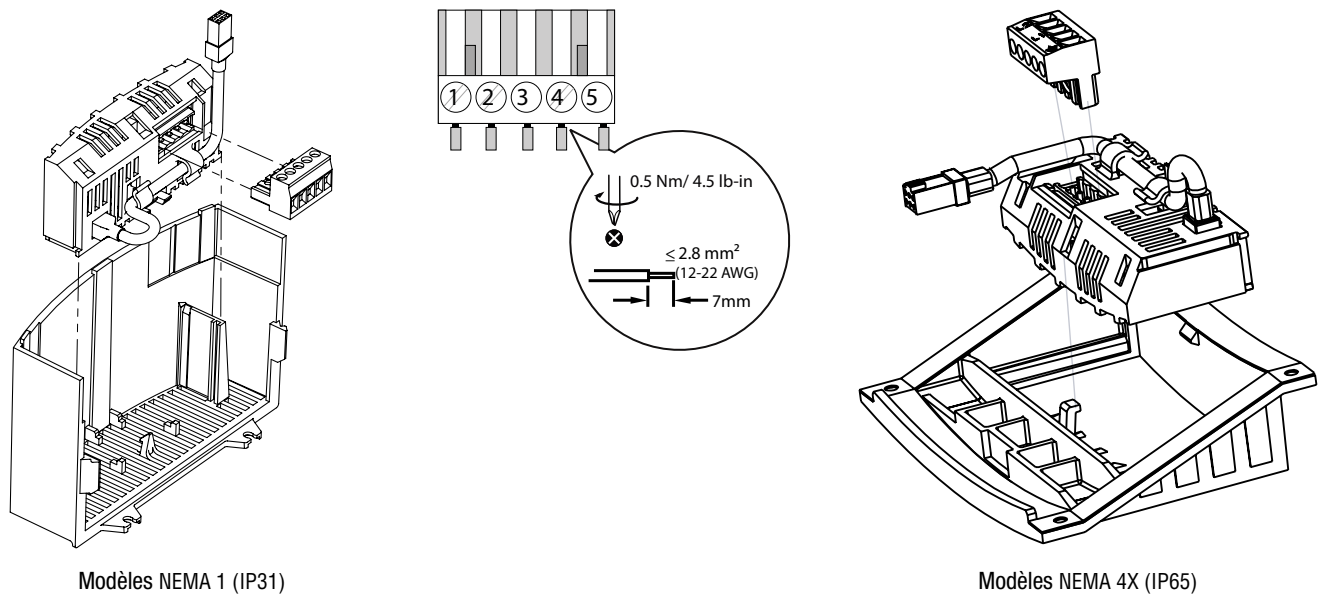

Figure 2 : Installation du module de communication DeviceNet
2. Insérer le module DeviceNet en option dans le capot et l'encliqueter fermement en position tel qu'illustré à la Figure 2.